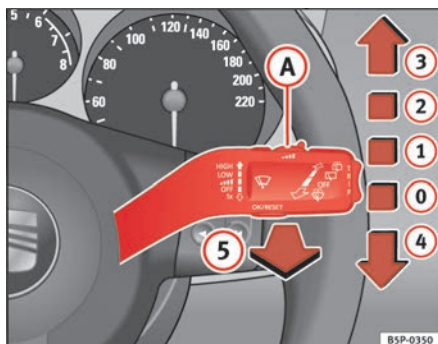

Abb. 85 Scheibenwischer- und Scheibenwischerhebel
Der Scheibenwischerhebel \Rightarrow Abb. 85 hat folgende Stellungen:
- Wenn bei eingeschalteter Wischerstufe ② ⇒ Seite 123, Abb. 85 oder ③ das Fahrzeug anhält, wird automatisch auf die nächste Stufe heruntergeschaltet. Fährt das Fahrzeug wieder an, wird erneut auf die eingestellte Wischerstufe hochgeschaltet.